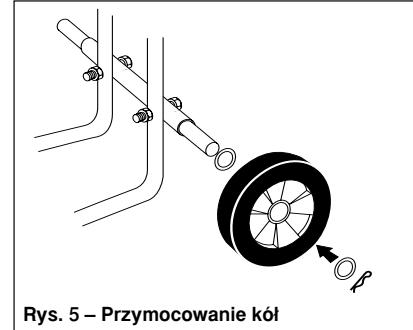

Rys. 2 – Przymocowanie kół
- Na każdy koniec osi nasunąć podkładkę o średnicy wew. 5/8 cala oraz koło. Używając młotka, wbić na końce osi nakrętkę zabezpieczającą, przytrzymującą koło (patrz rys. 2).